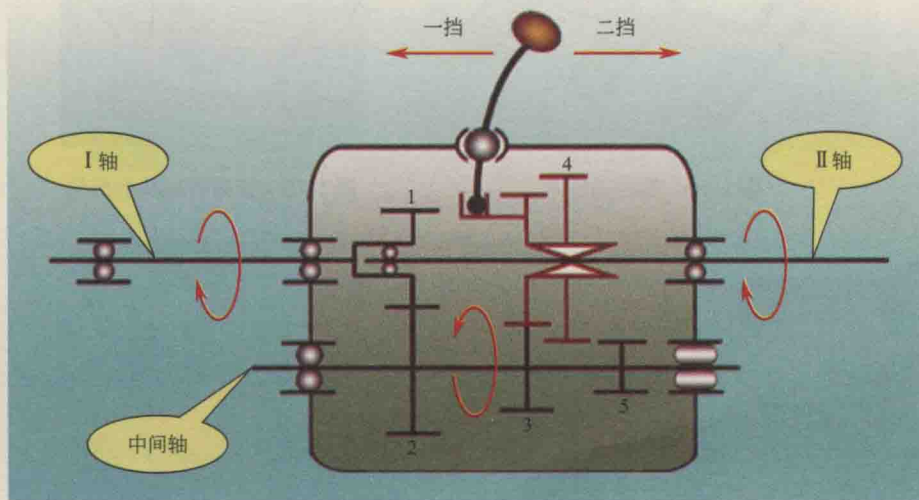

图 1-12 变速器换挡原理
(1) 变速杆的作用 变速杆是操纵变速器，以实现汽车行驶速度和行驶方向（前进、倒车）变化的操纵机件。简单地讲，变速杆就是用于换挡的操纵机件。汽车行驶中要根据不同的道路交通情况变换车速，有时可以高速行驶，有时则必须低速行驶，如图 1-12 所示，用变速杆选择相应的挡位，就可以获取所需要的车速。